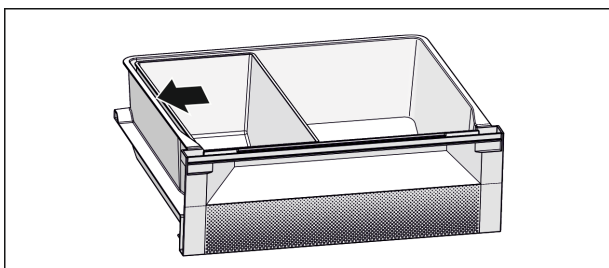

Fig. 6
- ▶ Fish & Seafood-schaal plaatsen. Met de afgebeelde positie Fig. 6 () krijgt u een optimale koelfunctie.